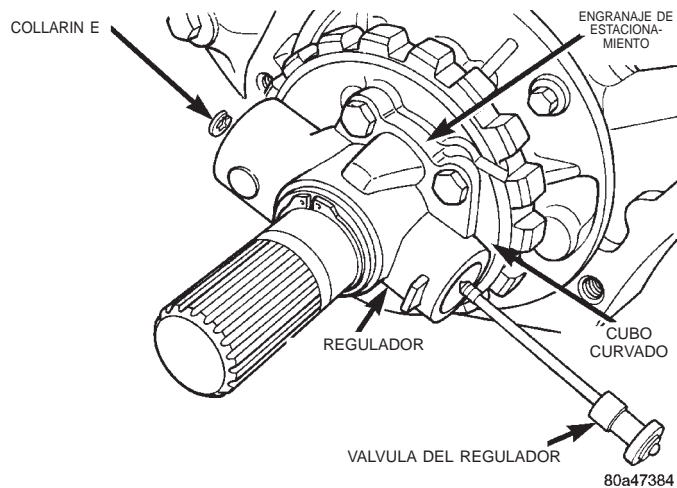

Fig. 31 Válvula del regulador
(1) Eleve y soporte el vehículo sobre caballetes de seguridad.
(2) Marque el eje propulsor y la horquilla del eje como referencia para el ensamblaje. Desconecte y retire luego el eje.
(3) Desconecte el cable del freno de estacionamiento en el equilibrador y desconecte los componentes del escape según sea necesario.
(4) Soporte la transmisión en un dispositivo de elevación adecuado.
(5) Retire la placa de deslizamiento y el soporte trasero de la transmisión.
(6) Retire el retenedor de cojinete trasero.
(7) Afloje pero no retire los pernos que fijan el cuerpo del regulador al engranaje de estacionamiento.
(8) Gire el eje transmisor de la transmisión hasta que el conjunto de contrapesos quede accesible.
(9) Retire el collarín E del extremo del eje de la válvula del regulador (Fig. 31).
(10) Retire del cuerpo del regulador la válvula del regulador y el eje (Fig. 31).
(6) Inserte la válvula del regulador y el eje a través del regulador y coloque el collarín E (Fig. 31).
(7) Instale el retenedor de cojinete trasero y la empaquetadura en la transmisión. Apriete los pernos de la cubierta del retenedor con una torsión de 32 N·m (24 lbs. pie).
(8) Instale el soporte trasero de la transmisión y la placa de deslizamiento.
(9) Instale el sensor de velocidad y los componentes del velocímetro y conecte los cables del sensor de velocidad.
(10) Conecte los componentes del escape y el cable del freno, si los hubiese retirado.
(11) Instale el eje propulsor.
(12) Retire los soportes y baje el vehículo.
(13) Verifique el nivel de líquido de la transmisión y agregue líquido si fuese necesario.